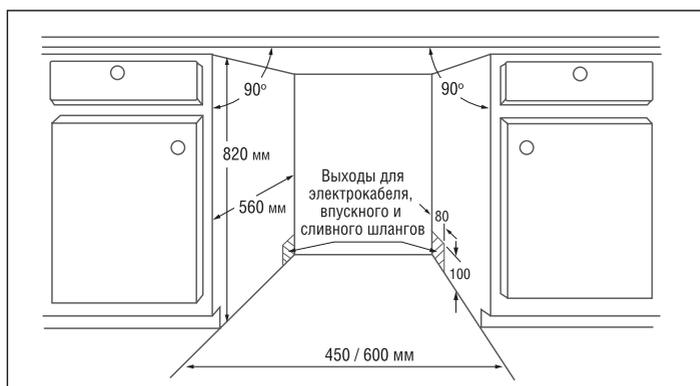

Рис. 3. Размеры и общий вид ниши для установки машины (все размеры в мм).
1. Определите место, удобное для обеспечения подвода и стока воды для того, чтобы произвести установку впускного и сливного шлангов (рис. 3).